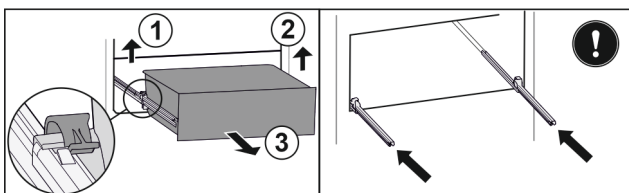

Fig. 111
- Sollevare il morsetto sinistro e allo stesso tempo tirare in avanti il cassetto sinistro. Fig. 111 (1)
- Sollevare il morsetto destro e allo stesso tempo tirare in avanti il cassetto destro. Fig. 111 (2)
- Rimuovere il cassetto tirandolo in avanti. Fig. 111 (3)